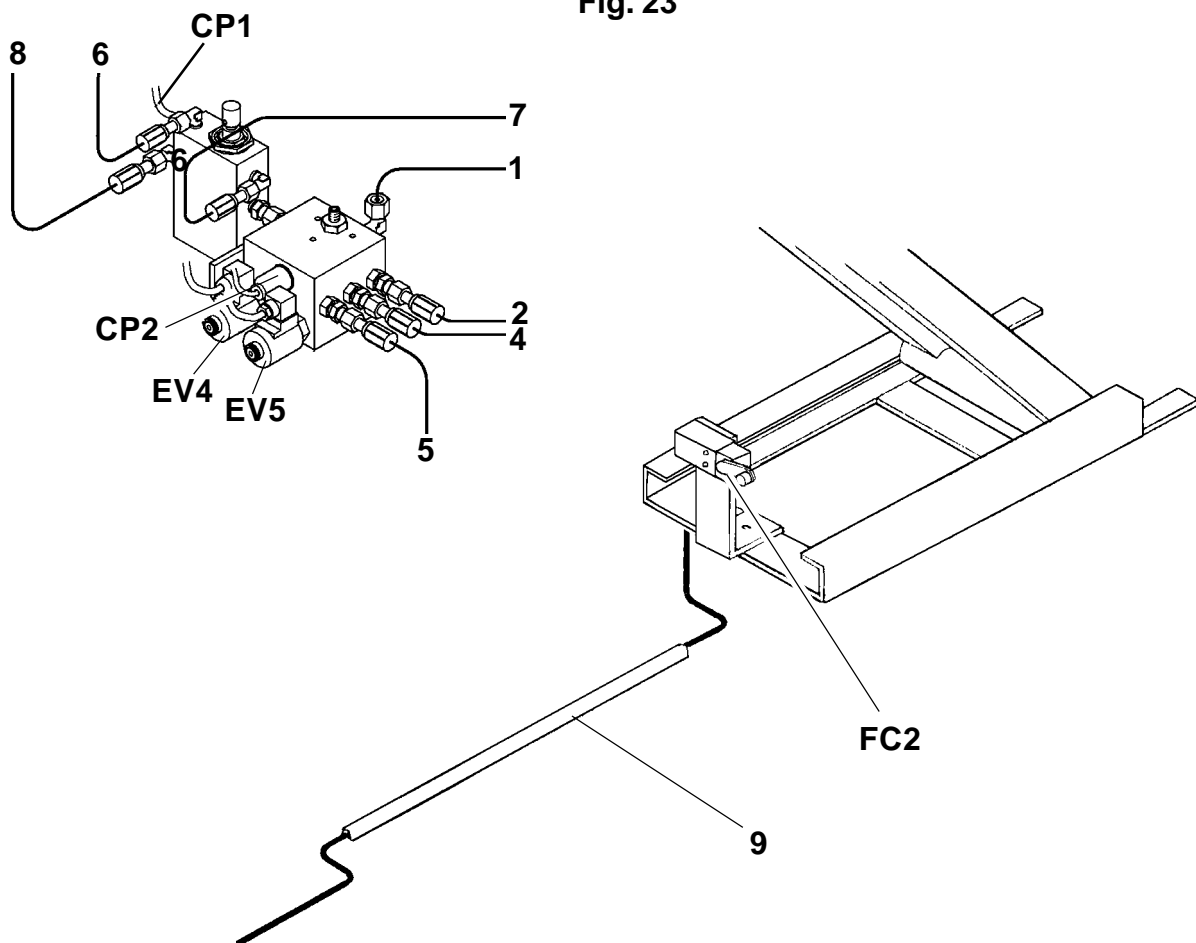

Fig. 24
Collegare i cavi presenti in centralina alle elettrovalvole EV4, EV5, ai pressostati CP1, CP2, (vedi Fig. 24).
Posizionare il micro FC2 sotto alla pedana P1, infilare il cavo nella canalina (9 Fig. 24) e collegarlo alla morsetteria nella centralina (vedi Fig. 23). Fissare la canalina al suolo con gli appositi tasselli. A questo punto, posizionare la pedana P2 all'interno della fossa, rispettando le misure indicate in Fig. 18 e particolarmente la quota 870⁺³/₀ tra le pedane mettendo sotto le viti (1) di registrazione delle basi gli spessori (2).
Connect the cables in the control unit to the solenoid valves EV4, EV5, to the pressure gauges CP1, CP2, (see Fig. 24). Place the microswitch FC2 below platform P1, fit the cable in the cableway (9 Fig. 24) and connect it to the terminal board in the control unit (see Fig. 23). Fasten the cableway to the floor using the plugs provided. Now place the platform P2 inside the pit, respecting the measurements shown in Fig. 18, especially dimension 870⁺³/₀ between the platforms, placing the shims (2) under the setscrews (1) of the base.
Die im Schaltschrank vorhandenen Kabel an die Elektroventile EV4, EV5, an die Druckwächter CP1, CP2, (siehe Abb. 24) und die Polung berücksichtigen. Den Mikroschalter FC2 unter der Fahrbahn P1 positionieren, das Kabel in die Kabelführung verlegen (9 Abb. 24) und an die Klemmleiste im Schaltschrank anschliessen (siehe Abb. 23). Die Kabelführung über die dazu vorgesehenen Dübel am Fussboden verdübeln. Nun die Fahrbahn P2 im Grubeninnern positionieren und die auf Abb. 18 angegebenen Masse einhalten, speziell die Quote 870⁺³/₀ zwischen den Fahrbahnen, indem die Unterlegscheiben (2) unter die Justierschrauben (1) des Grundrahmens gelegt
Connecter les câbles du pupitre de commande aux électrovalves EV4, EV5, aux pressostats CP1, CP2, (voir Fig. 24).
Positionner le microinterrupteur FC2 sous le chemin de roulement P1, introduire le câble dans le cheminement (9 Fig. 24) et le raccorder à la barrette de connexion située dans le pupitre de commande (voir Fig. 23). Fixer le cheminement au sol au moyen des vis tamponnées spéciales. Positionner maintenant le chemin de roulement P2 à l'intérieur de la fosse, en respectant les mesures indiquées à la Fig. 18 et, d'une manière particulière, la cote 870⁺³/₀ entre les chemins de roulement en introduisant les cales (2) sous les vis de réglage (1). **Attention: vérifier si**
Conecte los cables situados en el panel de mando a las electroválvulas EV4, EV5, a los presostatos CP1, CP2, (ver Fig. 24). Coloque el microinterruptor FC2 debajo de la plataforma P1, enlazar el cable en el conducto (9 Fig. 24) y conectarlo al tablero de bornes del panel de mando (ver Fig. 23). Fije el conducto en el suelo con los tacos apropiados.